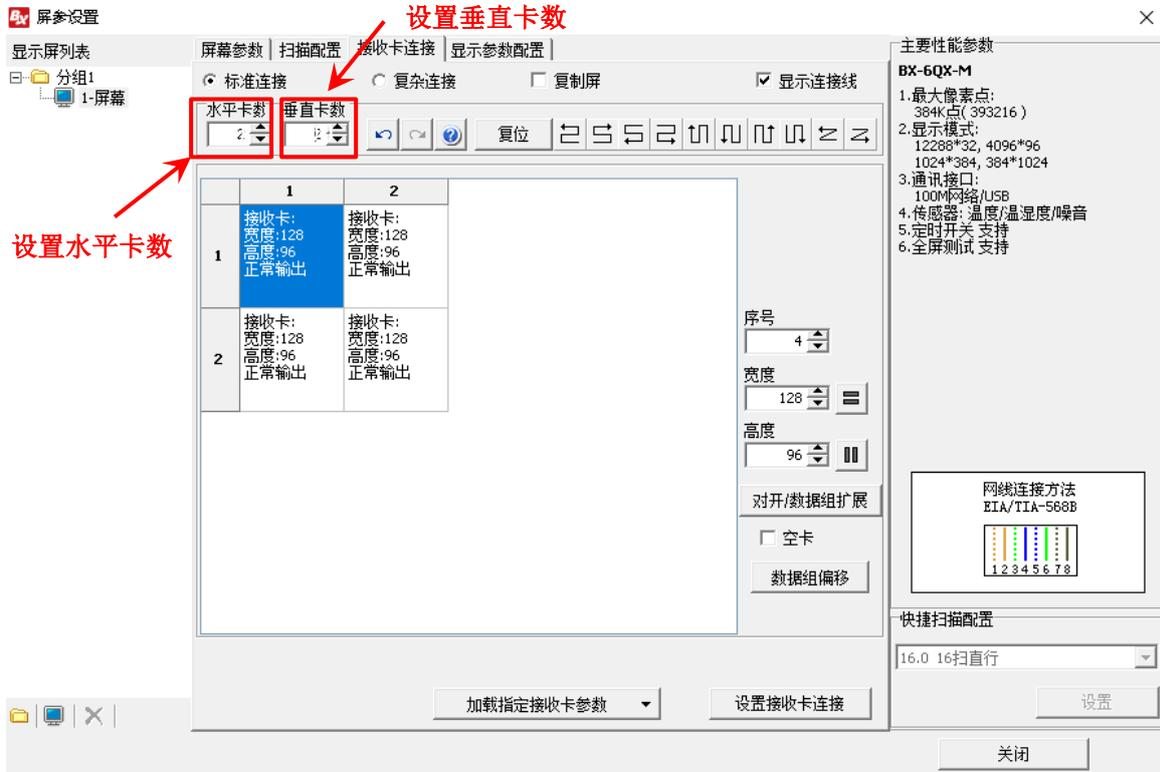

图 8
2. 在接收卡连接界面，设置水平卡数、垂直卡数，如下图 8 所示：